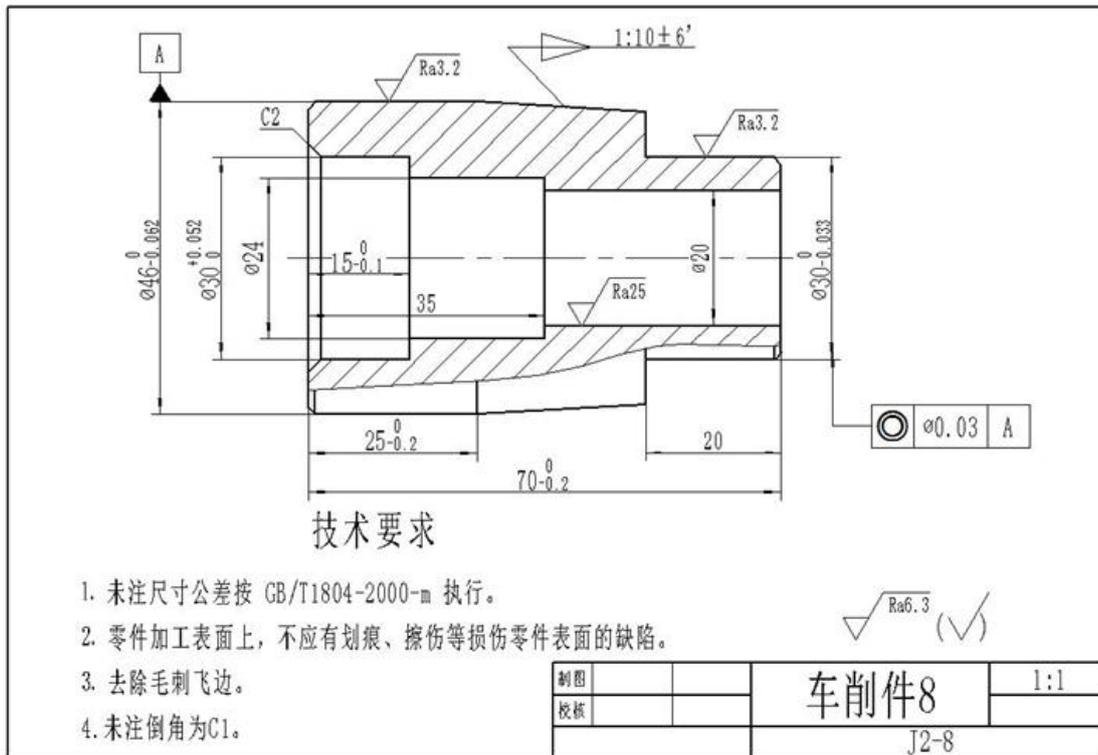

图2.8 车削件 8
(1) 任务描述：试在 CA6140 车床上加工如图 2.8 工件，所提供的工件毛坯规格： $\Phi 50\text{mm} \times 75\text{mm}$  棒料，45 钢。生产批量为中批量。最终结构要素的加工形状、公差要求以及表面质量等以图纸标注为准。